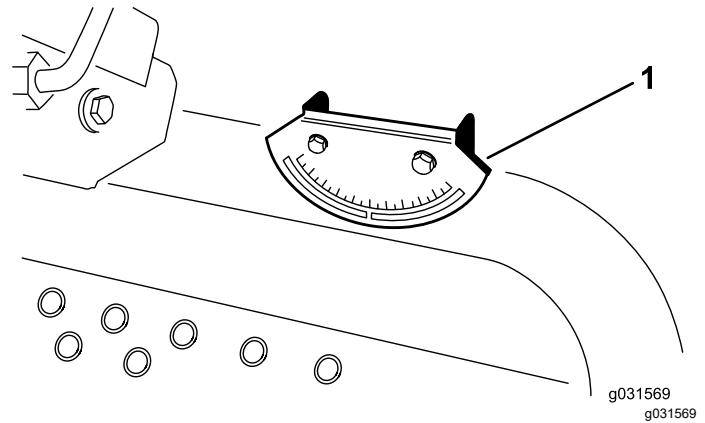

Bild 4
**Hinweis:** Dabei muss der an der Maschine montierte Neigungsmesser ebenfalls 0° anzeigen (Bild 4).